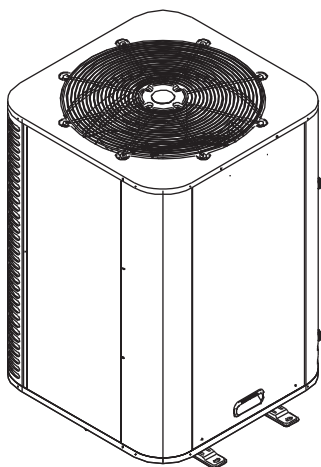

图3.1
- 1) 滚动运送：用几根大小相同的滚杠放在机组的底座下，每根滚杠必须比底座外框长一点，并且适合机组的平衡。（参见图3.1）